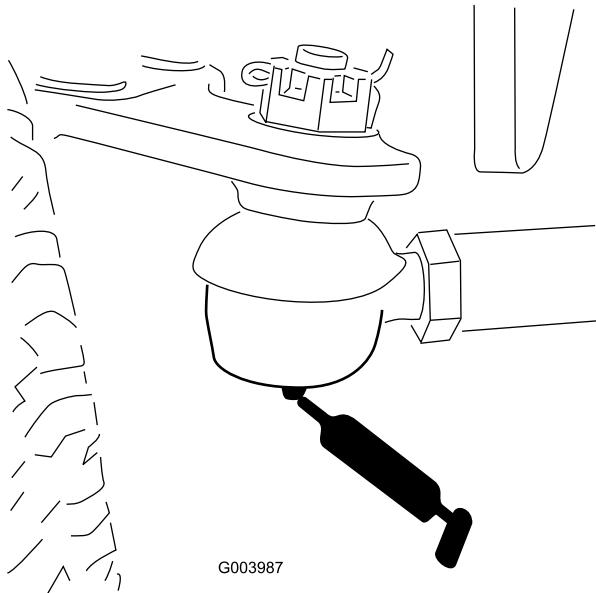

Figura 46
- Tirante del eje trasero (2) (Figura 46)